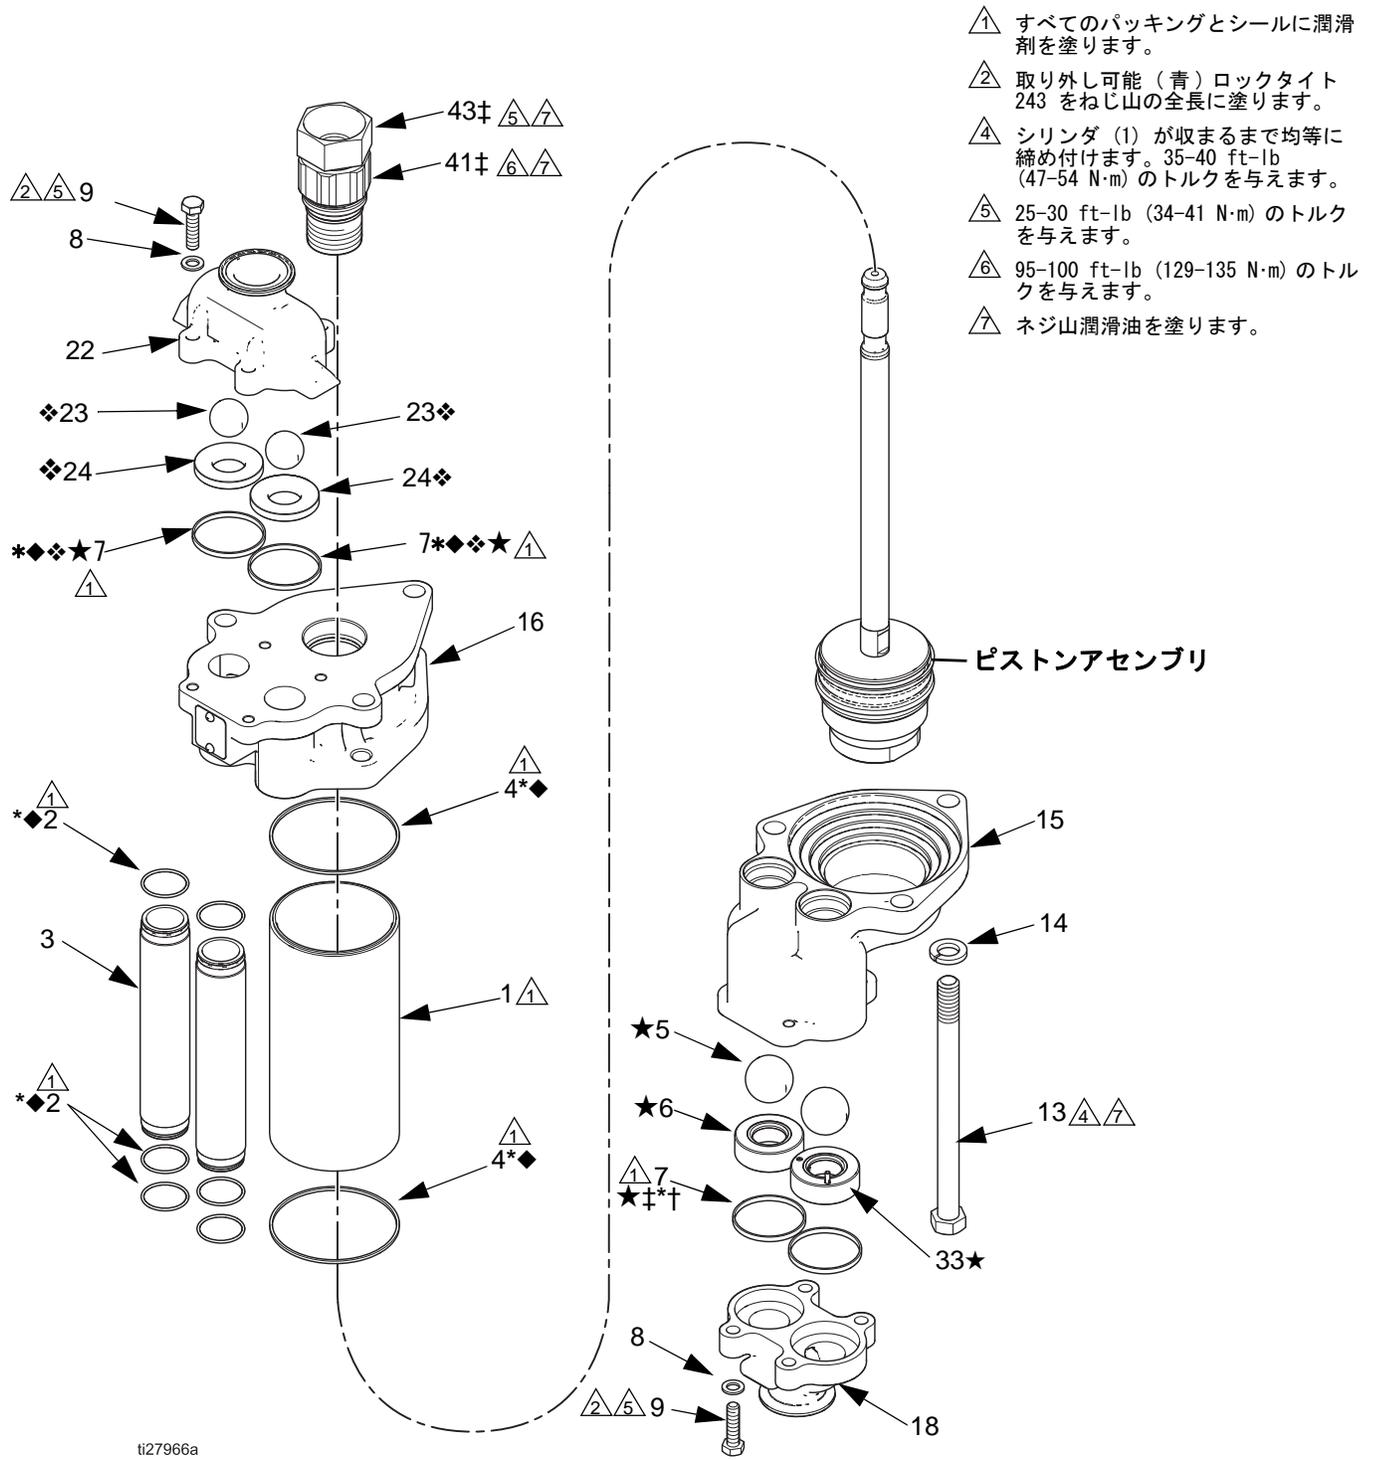

図 5. 下部の分解図
注：この部位の分解図は図 5、ページ 9 を参照してください。
この部位の分解図は図 5、ページ 9 を参照してください。
<p>部品の破裂の危険性</p> <p>開放バルブを持つ入口チェック（6★）は、図 5 に示すように、液体入口に取り付ける必要があります。開放バルブはポンプの過圧の危険を低減します。シートは、液体入口ハウジング（15）の反対の側面に取り付けられている場合、圧力を開放できません。</p>
4. 入口マニホールド (18) を液体入口ハウジング (15) 上に取り付けます。取り外し可能 (青色) ロックタイト 243 をキャップネジ (9) の全長に塗ります。ロックワッシャ (8) およびキャップネジ (9) を取り付けます。25-30 ft-lb (34-41 N·m) のトルクを与えます。 図 5 を参照してください。